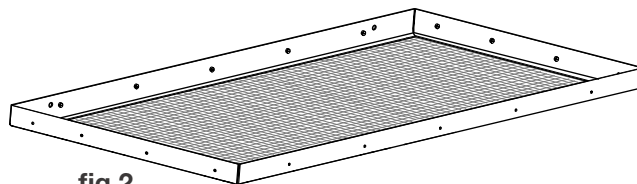

fig.2
5. Retirez la vitre du cadre de porte. (FIG.2)
3. Retirez les 10 vis du haut et du bas et les 8 vis latérales (Fig. 2).